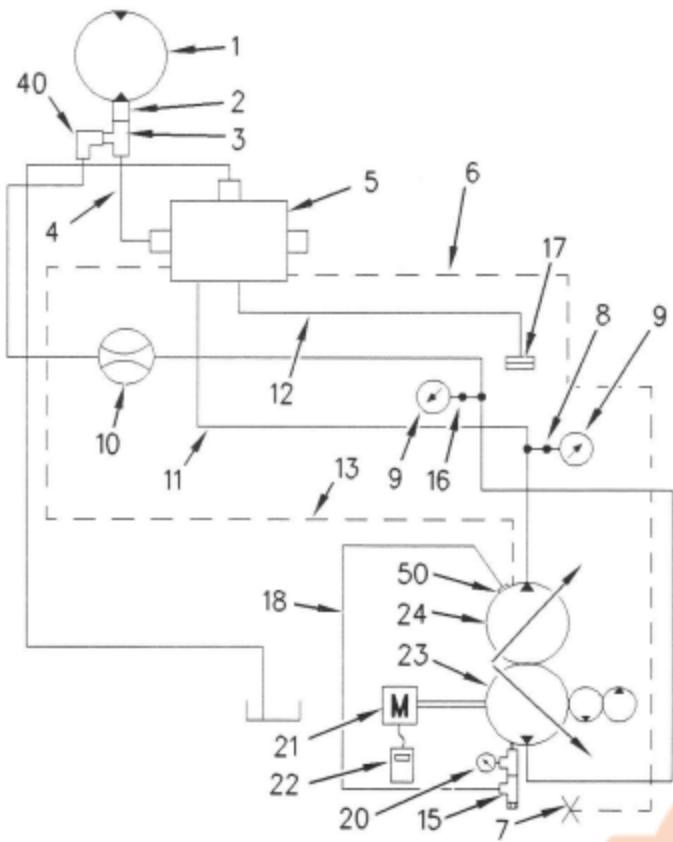

Рис. 59
4. Установите требуемые инструменты в соответствии со схемой контура. Смотрите рисунок 59.
- Отсоедините линию нагнетания (12) от насоса (23) привода.
- Установите уплотнение (42), полуфланцы (48) и блокирующую крышку (17) на конец линии нагнетания (12), используя для этого болты (46) и шайбы (47).
- Соберите и установите на насос (23) привода уплотнение (42), переходник (49), уплотнения (34), фитинг (29) и ниппель (36), используя для этого полуфланцы (48), болты (46) и шайбы (47).